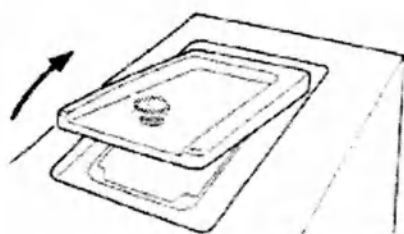

Рис. 5-1
1. Ослабьте стопорные винты и откройте крышку отсека для тест-полосок (см. рис. 5-1).